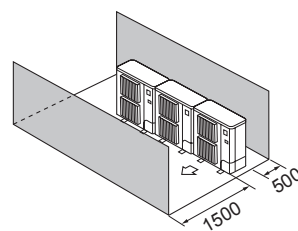

Fig. 2-15
- ④ Prekážky len spredu a zozadu (Fig. 2-15)